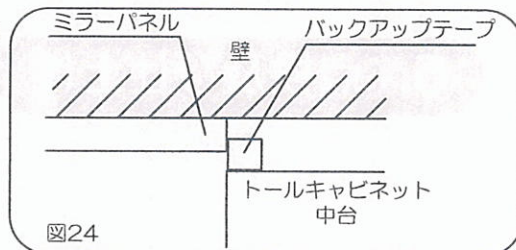

図24
4) 付属のバックアップテープを中間棚の背面パネル寄りの位置に取付けてください。(図24)